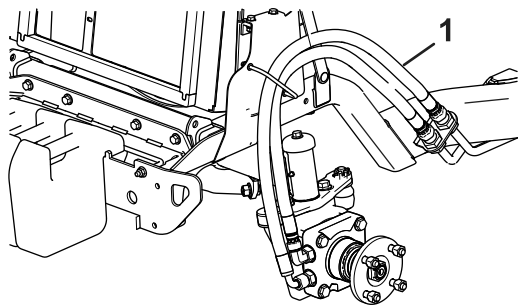

Figur 7
12. Løsn boltene på siden af køleren (Figur 7).
13. Skub kølerafskærmningsbeslaget under bolthovederne på køleren og kofangerens beslag (Figur 7).